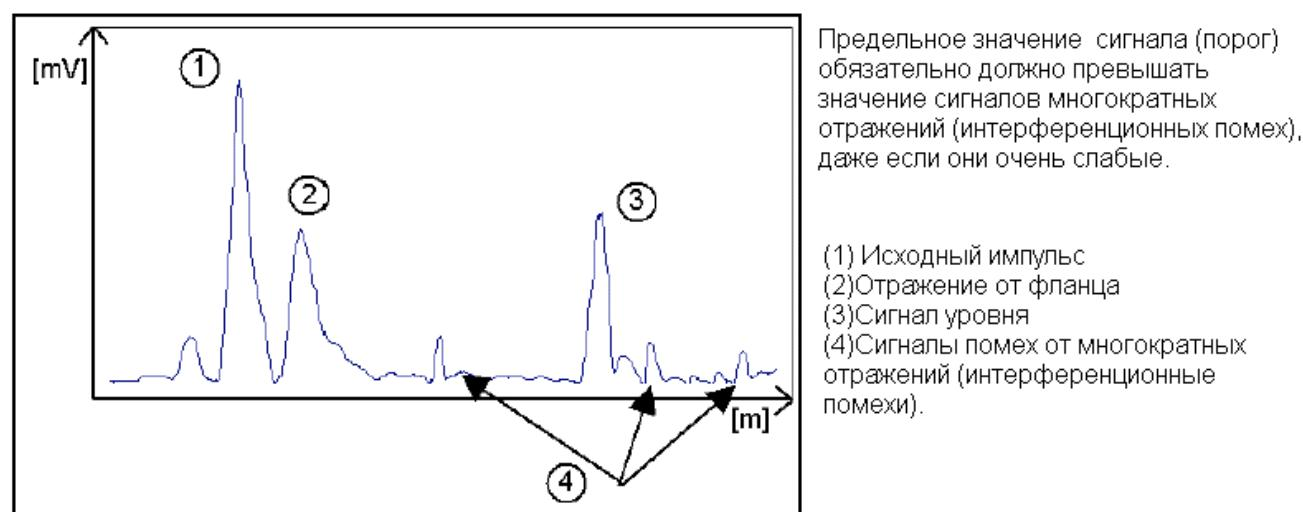

Рис. 1
На осциллограмме, приведенной на рис.1 и рис.2, показаны интерференционные сигналы помех (4). Эти отражения могут возникать вследствие разных причин, таких, например, как отражения от внутренних конструктивных элементов в емкости, или многократные отражения в пределах измерительного диапазона.